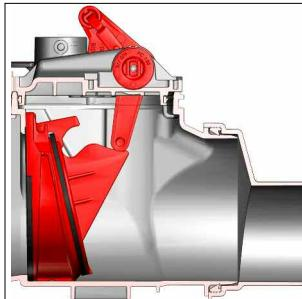

Bild 1
A. Verriegelungsstellung (Bild 1, vollständig geschlossener Betriebs- und Notverschluss)